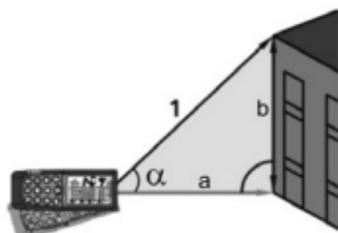

Fig. 12: Misura distanza con calcolo trigonometrico
3. Posizionare lo strumento nel punto (1) corrispondente al valore dell'angolo " $\alpha$ " (variabile da  $\pm 65^\circ$  con inclinazione trasversale non superiore a  $\pm 10^\circ$ ) desiderato della misura mostrato nel primo display e premere il tasto o il tasto laterale **MEAS** (vedere Fig. 12)
4. Il valore della distanza "1" è mostrato nel display risultante. Il valore della distanza "a" è mostrato nel terzo display calcolato come:  $a = (1) * \cos\alpha$ . Il valore della distanza "b" è mostrato nel secondo display calcolato come:  $b = (1) * \sin\alpha$  (vedere Fig. 12)